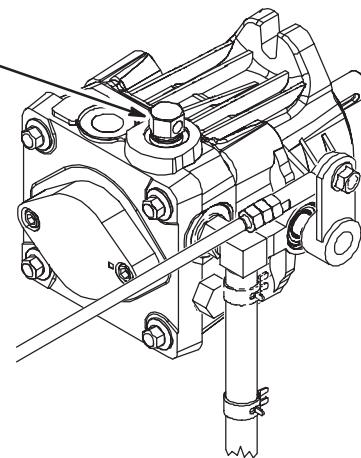

Figure 28
- Tournez les vannes de dérivation d'un tour dans le sens anti-horaire pour pousser la machine. Cela permet au liquide hydraulique de contourner la pompe et aux roues de tourner (Fig. 28).
Tournez les vannes de dérivation d'un tour dans le sens horaire pour utiliser la machine (Fig. 28).